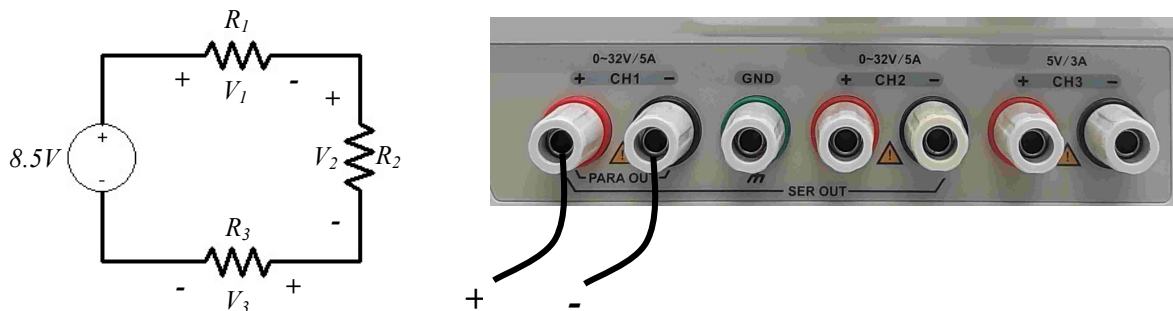
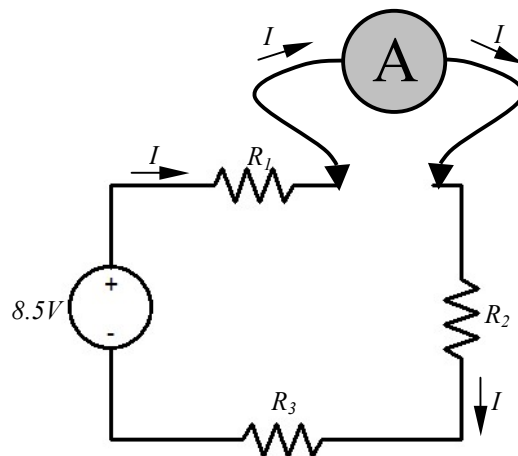

Fig. 1.3
Fig. 1.4
Monte na placa branca o circuito da fig. 1.3 com $R_1 = 1k\Omega$, $R_2 = 680\Omega$ e $R_3 = 330\Omega$.
a) Usando este procedimento, meça a corrente no circuito da fig. 1.3 (veja a fig. 1.4).